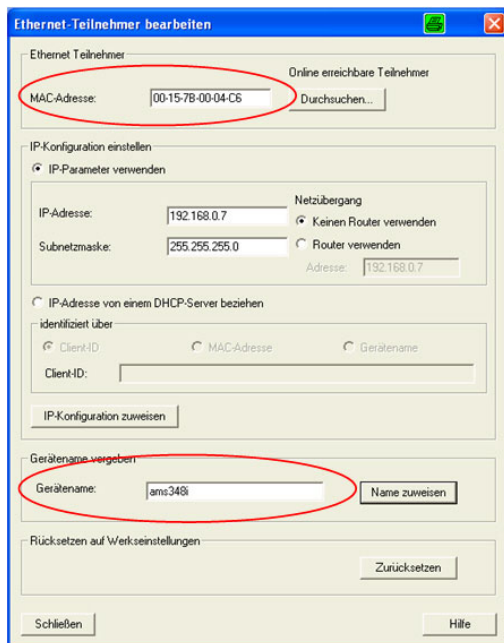

Bild 9.15: Verknüpfung des Gerätenamens mit der MAC ID des Teilnehmers
- Zuordnung MAC-Adresse - IP Adresse -individueller Gerätenamen ((siehe Bild 9.15))